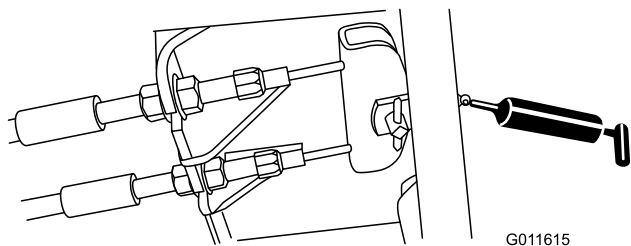

Figura 37
- Pedal do travão (1) (Figura 37)